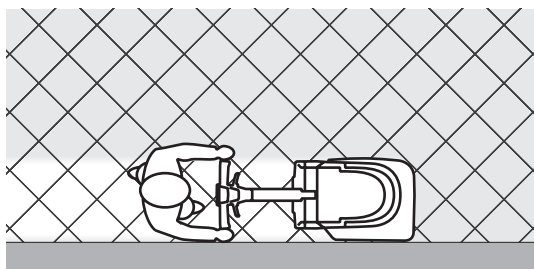

Figura 3
6. Maniobrar la máquina con las manos en las perillas (6) y empezar el trabajo de lavado/secamiento del suelo.
*Las perillas (6) están dotadas de un sensor para el arranque del cepillo y de la solución detergente solo si el operador tiene las manos por lo menos en una de las perillas.*
8. Para recoger residuos de medianas/grandes dimensiones, levantar la boquilla delantera apretando la palanca (7). Para que la boquilla delantera se quede constantemente levantada apretar la palanca (7) y bloquearla con la tecla (9A).
9. Si necesario, para utilizar y mantener libre la inclinación del manillar, apretar la palanca (8) y bloquearla con la tecla (9B).
*Para desbloquear la función de las teclas (9A 9B) y volver con la boquilla delantera bajada o con el manillar en posición fija, apretar brevemente la palanca de la boquilla (7) o la palanca de inclinación del manillar (8).*
10. En caso de suelo con suciedad particularmente resistente, es posible aumentar la presión del cepillo en el suelo girando la perilla (19) en sentido antihorario. Girar la perilla (19) en sentido horario para disminuir la presión.
*Para un correcto lavado/secamiento de los suelos en los bordes de las paredes, Advance sugiere acercarse con el lado derecho de la máquina como indicado en la figura 3.*